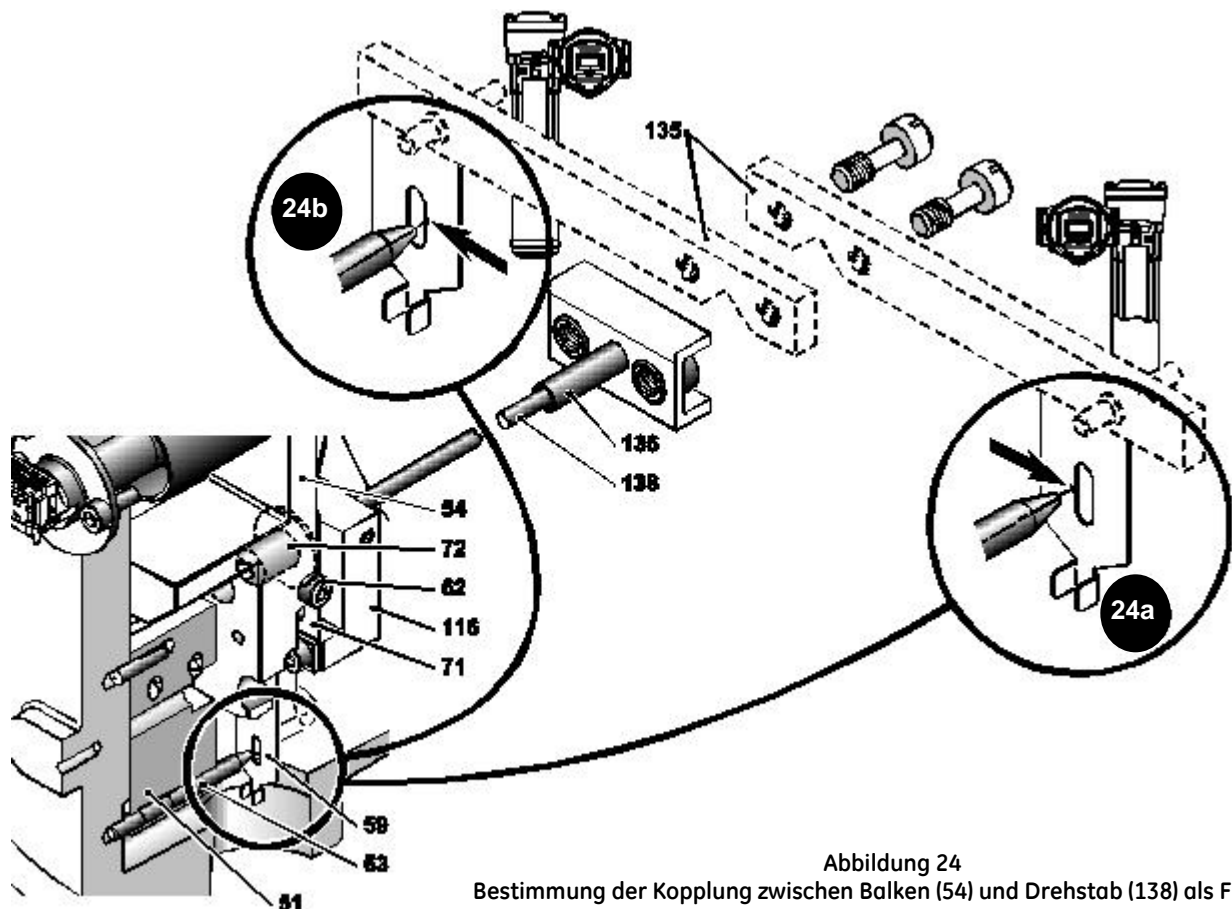

Abbildung 24
9.4. MONTAGE DES MESSGERÄTEGEHÄUSES UND DER DREHROHRBAUGRUPPE (ABBILDUNG 24)